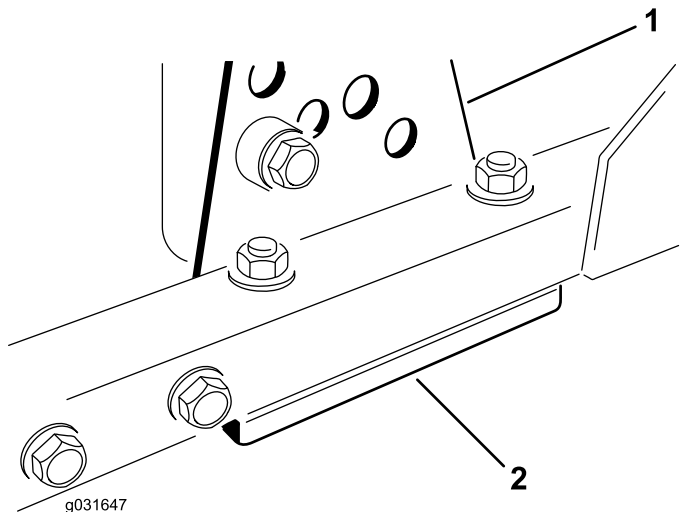

Bild 72
1. Entfernen Sie die Schnitthöhenhalterung (vorne, links oder rechts) vom Mähwerkrahmen (Bild 72).
2. Führen Sie 1,5-mm- und/oder 0,7-mm-Beilagscheiben zwischen dem Mähwerkrahmen und der Halterung ein, um die gewünschte Schnitthöhe zu erhalten (Bild 72).
3. Befestigen Sie die Schnitthöhenhalterung mit den restlichen Beilagscheiben unter der Schnitthöhenhalterung am Mähwerkrahmen (Bild 72).